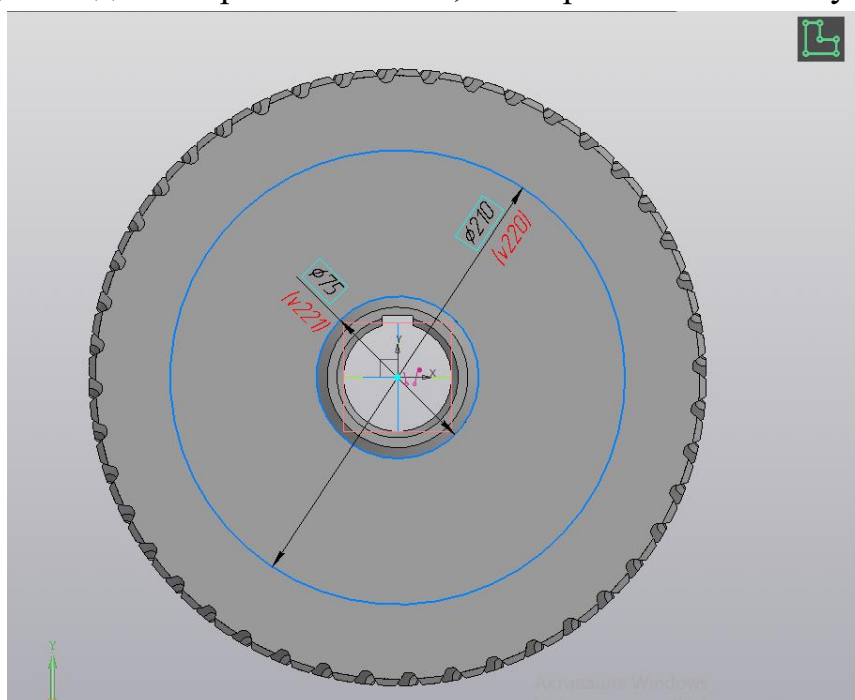

Рисунок 48 - Построение эскиза на плоской грани червячного колеса
- На панели инструментов *Геометрия* выберите команду *Окружность*. Постройте две окружности $\varnothing 210$ мм и $\varnothing 75$ мм с центром в начале координат (рисунок 48). Выйдите из режима эскиза, повторно нажав кнопку *Эскиз* .